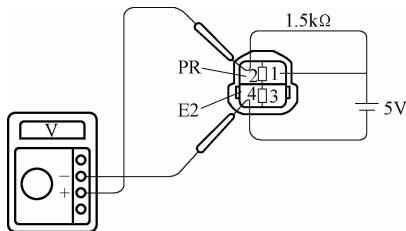

图 3-123 压力传感器的检测
- 1) 取下压力传感器线束插接器并严格按图 3-123 所示的方法连接线路。